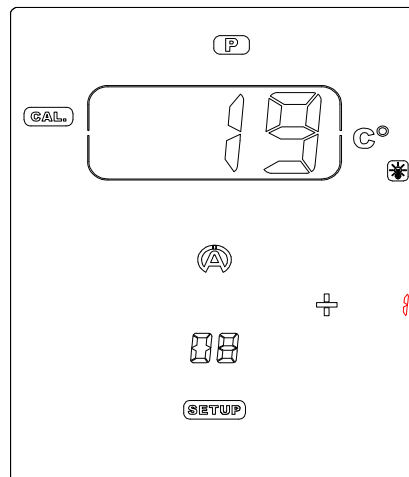

Abbildung 24
- 3) Stellen Sie mit den Tasten **▽** **△** die Temperatur in der Ziffernanzeige ein, so dass die angezeigte Temperatur einer Referenztemperatur entspricht (Abbildung 24).